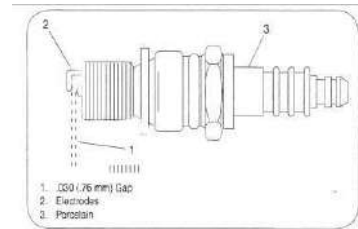

Figure 31
5. Vérifier l'écart entre les électrodes avec une jauge d'épaisseur et le régler à 0,030 (0,76 mm) si nécessaire. Voir la figure 31.